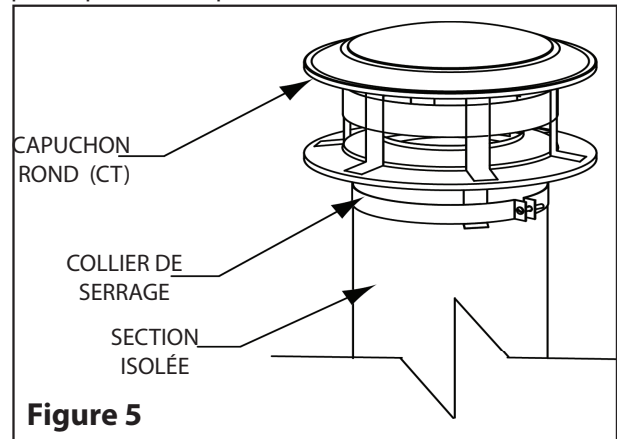

Figure 5
- 2.A. Pour les installations avec un poêle à bois ou à charbon, et dans les zones où la cheminée est entièrement encloisonnée, il est obligatoire d'installer une paroi coupe radiation (télescopique ou flexible) autour de la cheminée, ainsi qu'un connecteur (RSC) au niveau du plafond. (Voir le **Figure 5**).
Étape 10: Installez le capuchon rond (CT) sur la cheminée (voir **Figure 5**).